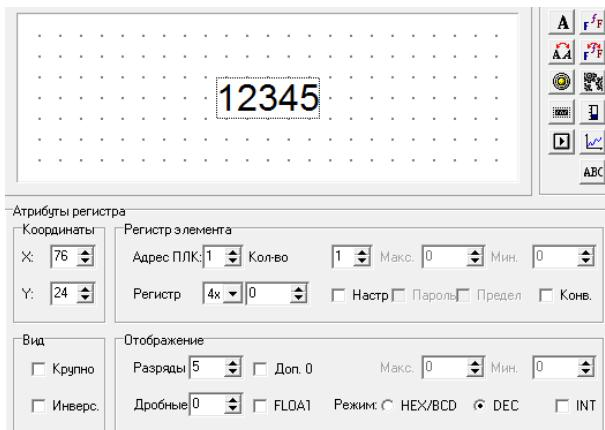

Рис. 4.13. Задание параметров
1. Нажать кнопку «Регистр ПЛК» . В области экрана появится окно инструмента Регистр (см. рис. 4.13). В полях настройки следует указать: